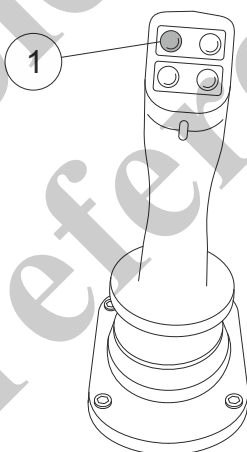

Fig. 86 Desconexión del freno de retención de la corona de giro
- 1 Presione el botón (1, Fig. 86) de la palanca de control izquierda.